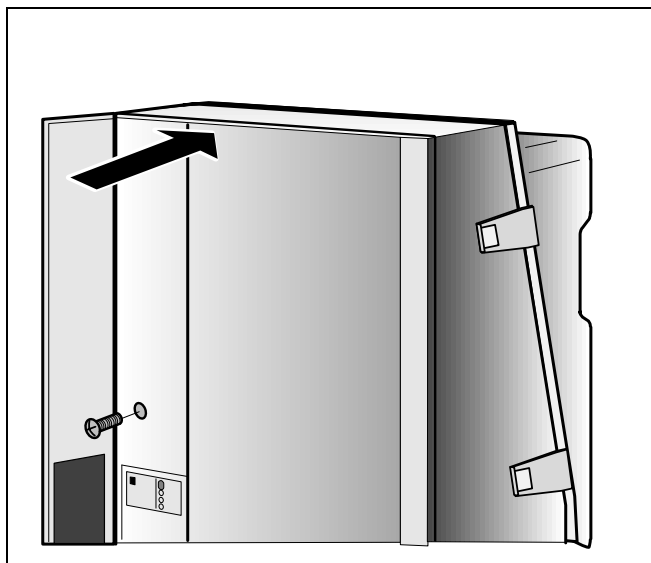

Fig. 32 Montarea carcasei
- Se prinde carcasa și se închid închiderile înclichetate (fig. 32). A nu se așeza carcasa peste închideri!